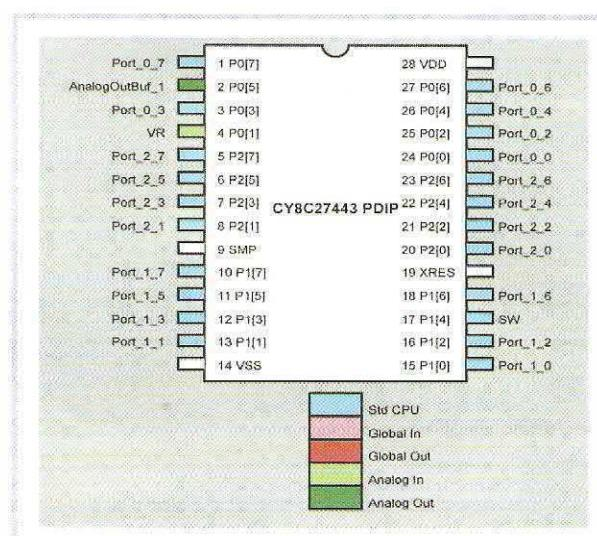

Figura 4.
Tal y como puede verse desde el exterior, el circuito completo sólo tiene una entrada, donde hay un potenciómetro (VR) conectado y una salida para la señal de onda senoidal (AnalogOutBuf\_1). Los terminales de salida pueden verse en el módulo "Editor de Dispositivos" (ver **Figura 4**). Éste es prácticamente el circuito completo; por supuesto, se necesita hacer la conexión de las líneas VSS y VDD, pero aquí no se necesita ningún cristal ni ningún circuito de reset. El microcontrolador funciona por medio de un oscilador RC interno de 24 MHz, con una precisión de +/- 2,5 %.